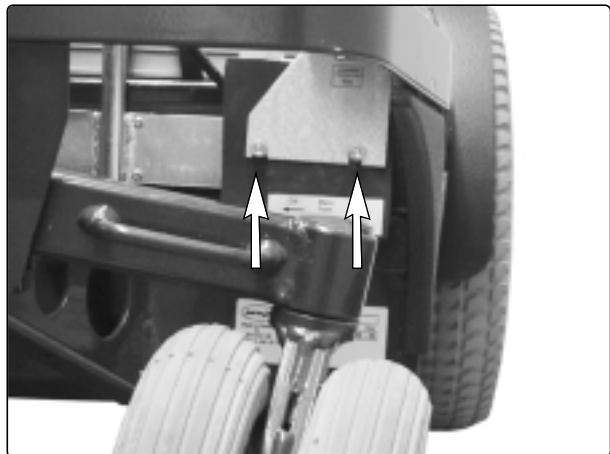

Abb. 47. Halterung Hauptsicherung
4. Bauen Sie die Hauptsicherung aus, indem Sie die beiden Schrauben abschrauben, siehe Abb. 47.
7. Befestigen Sie die neue Hauptsicherung mit den beiden Schrauben, siehe Abb. 47.